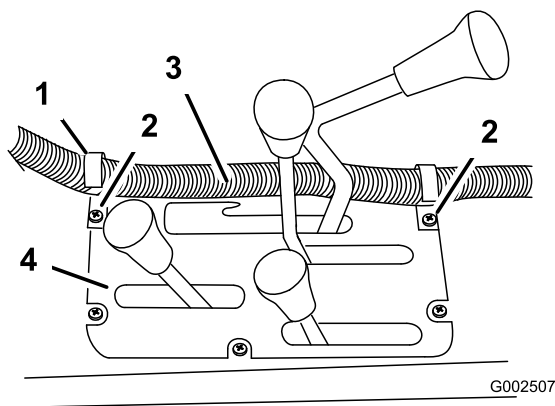
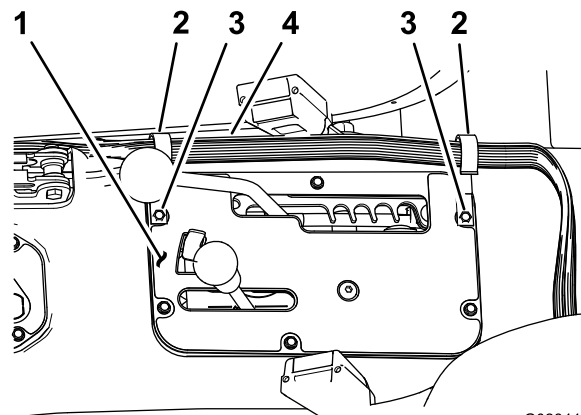

Bild 19
Bild 20
1. Montieren Sie zwei J-Clips mit den vorhandenen Schrauben in der Mitte der Konsole an den in Bild 19 oder Bild 20 abgebildeten Stellen.